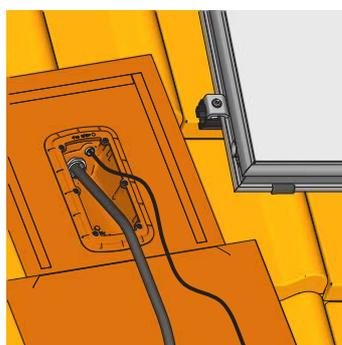

Fig. 3-33 Étape 6
6. Faites passer la conduite d'alimentation (en haut du capteur solaire / VA 15 Solar) et la conduite de retour (en bas du capteur solaire / VA 18 Solar) au travers du raccord vissé M32 du passe-toit respectif. Glissez ensuite la compensation de potentiel ou le câble de la sonde de température du groupe de capteurs, de l'intérieur à travers le raccord à vis M16 (fig. 3-33).